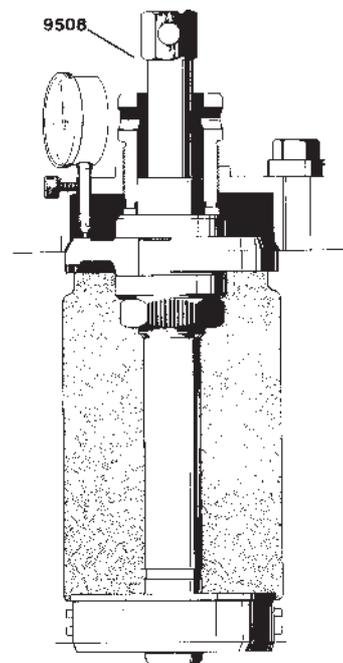

Fig. 68. Rénovation du logement de chemise, série 70
4. Lubrifier les joints toriques au logement de chemise inférieur avec du savon et le monter dans le bloc. Placer le guide pour l'outil de fraisage 9553 pour la série 60 et 9508 pour la série 70 dans le logement de chemise, voir la figure 68. Veiller à ce que la collerette du guide soit bien dégagée de la paroi intermédiaire dans le bloc.
6. Adapter un comparateur à cadran comme le montre la figure 68 et visser la douille d'alimentation de manière à ce qu'elle presse légèrement sur la fraise.